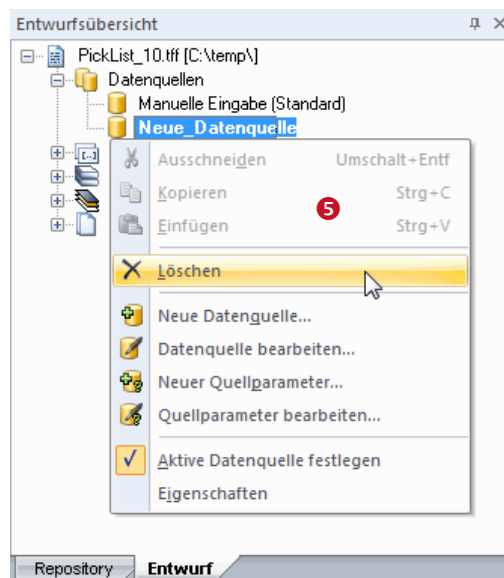

Abbildung 8: Datenquelle löschen
Per Rechtsklick auf einen Baumeintrag wird ein Kontextmenü geöffnet (siehe Abbildung 8, ❺). Das Kontextmenü bietet unterschiedliche Funktionen für das selektierte Element.